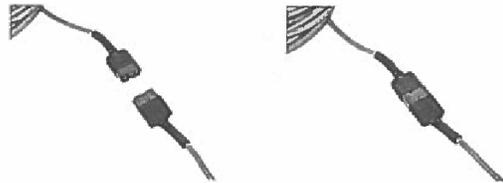

Fig. 1
Prima di collegare l'abbacchiatore alla batteria, accertarsi che l'interruttore sia in posizione "0" (Fig. 1).
- Collegare la spina della batteria alla spina dell'abbacchiatore (Fig. 1);